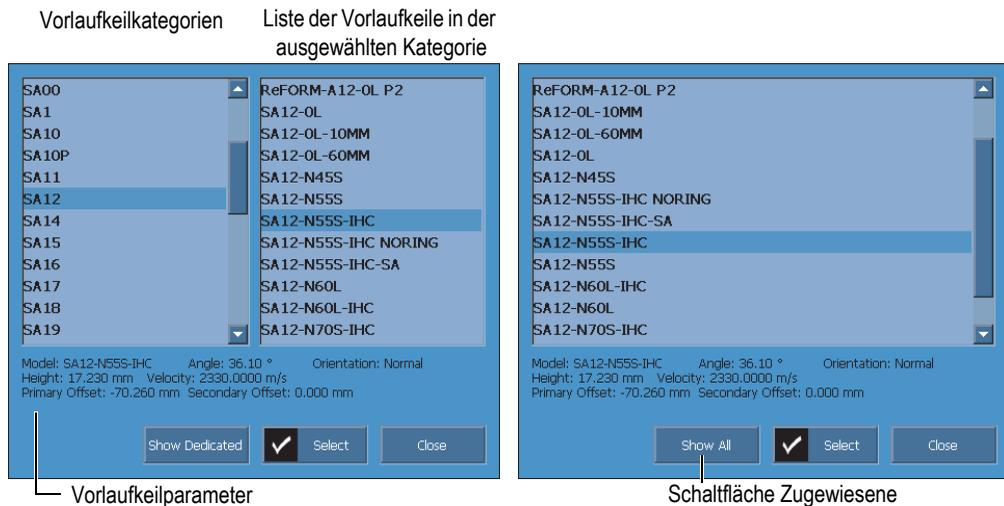

Abbildung 4-3 Dialogfeld zur Auswahl des Vorlaufkeils
3. Wählen Sie unter **Vorlaufkeil** den Vorlaufkeil aus einer Liste vordefinierter Vorlaufkeile aus (siehe Abbildung 4-3 auf Seite 112):